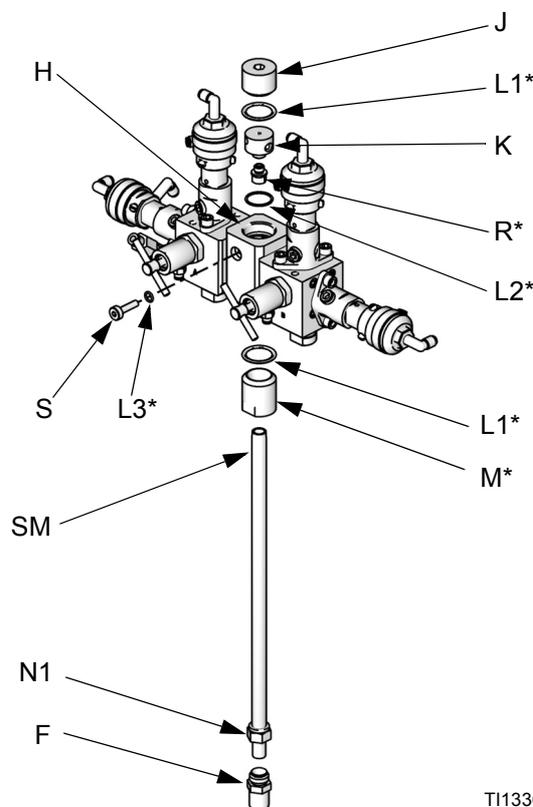

FIG. 13 Installare il kit di iniezione 15U955
5. Vedere FIG. 13. Smontare le parti rimanenti dalla cassa dell'ugello di strozzamento (H). Trattenere il tappo (J) e la base (K). Eliminare tutti gli O-ring usati.
6. Far girare la cassa del limitatore di flusso (H) di 180° in modo che la vite di arresto (S) sia sul lato superiore sinistro, come mostrato in FIG. 13. Smontare e conservare le due viti di regolazione (S). Eliminare gli O-ring (L3). La posizione di queste viti verrà invertita quando sono rimontate.
7. Installare un O-ring più grande (L1*) nella cassa (H). Avvitare il tappo di iniezione (M*) nella cassa.
8. Determinare il campo di portate desiderato per l'applicazione prevista. Selezionare un limitatore di flusso di dimensioni opportune per il flusso e per il rapporto di miscela utilizzati, usando i **Grafici per la scelta del limitatore di flusso per il dosaggio dinamico** alle pagine 48-53 come guida. Installare l'ugello (R*) nella base (K).
9. Montare l'O-ring del collettore più piccolo (L2*), l'ugello (R*) e la base (K), un O-ring più grande (L1*) e il tappo (J) come illustrato.